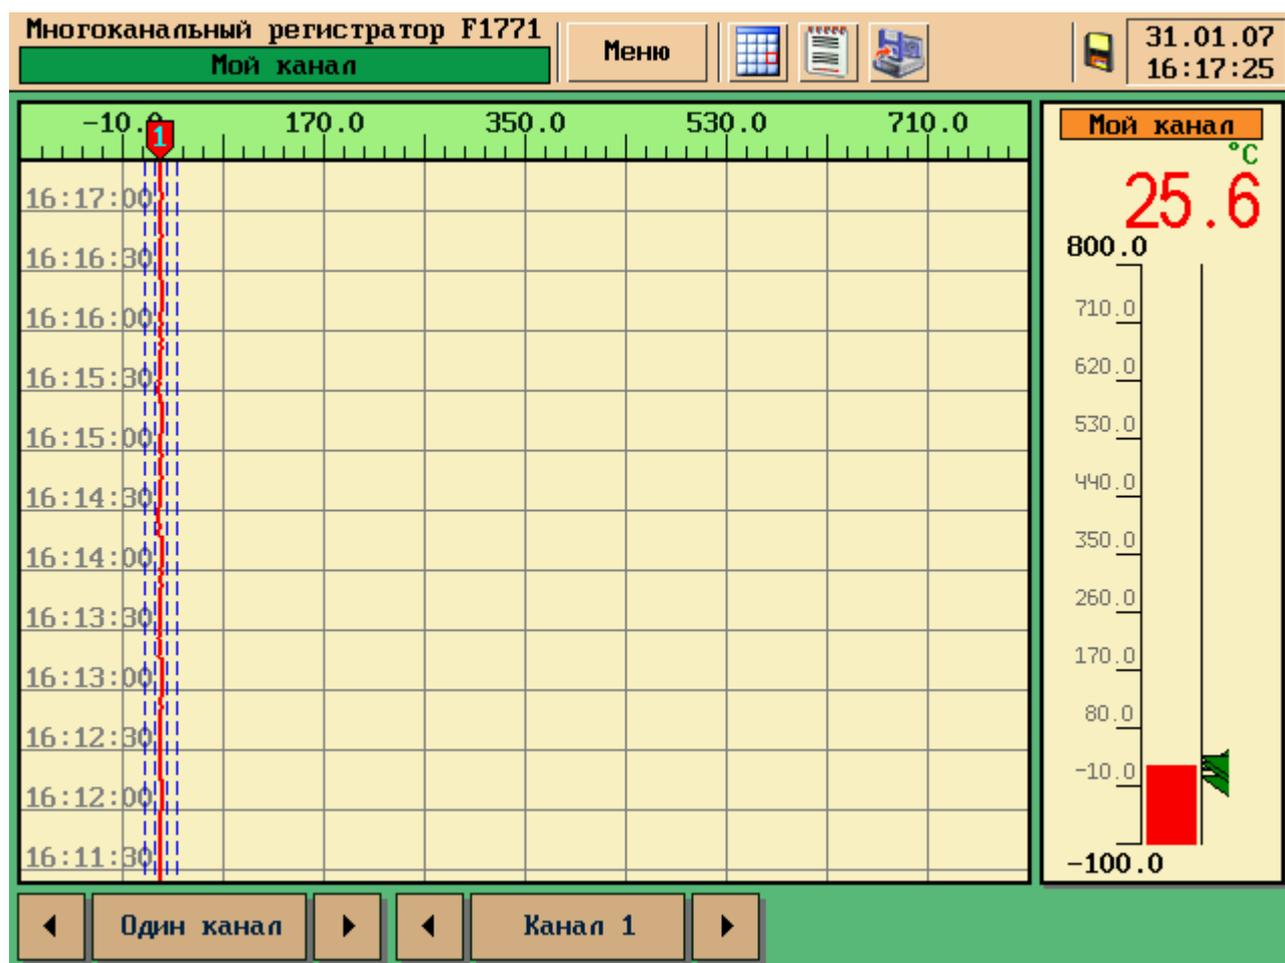

Рисунок 7
- График для одного канала (см. рисунок 7);
Режим «Один канал» отображает значение выбранного канала в виде графика и столбиковой диаграммы с цифровым значением, см. рисунок 7.